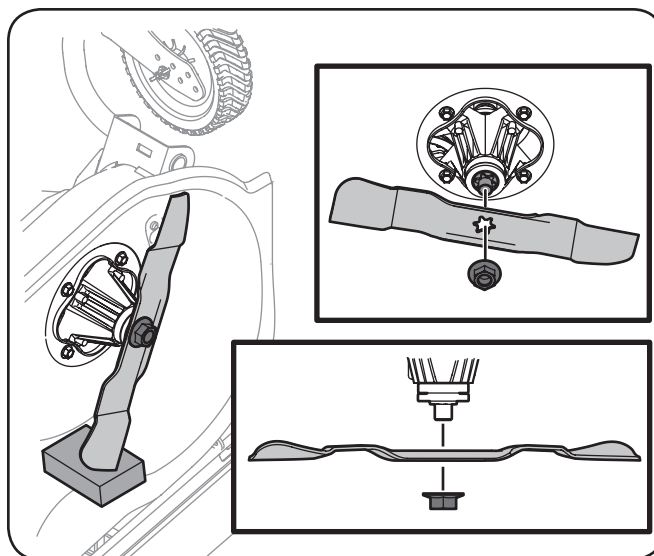

Figura 6-2
4. Extraiga la tuerca de brida hexagonal que asegura la cuchilla al montaje del husillo. Consulte la Figura 6-2.